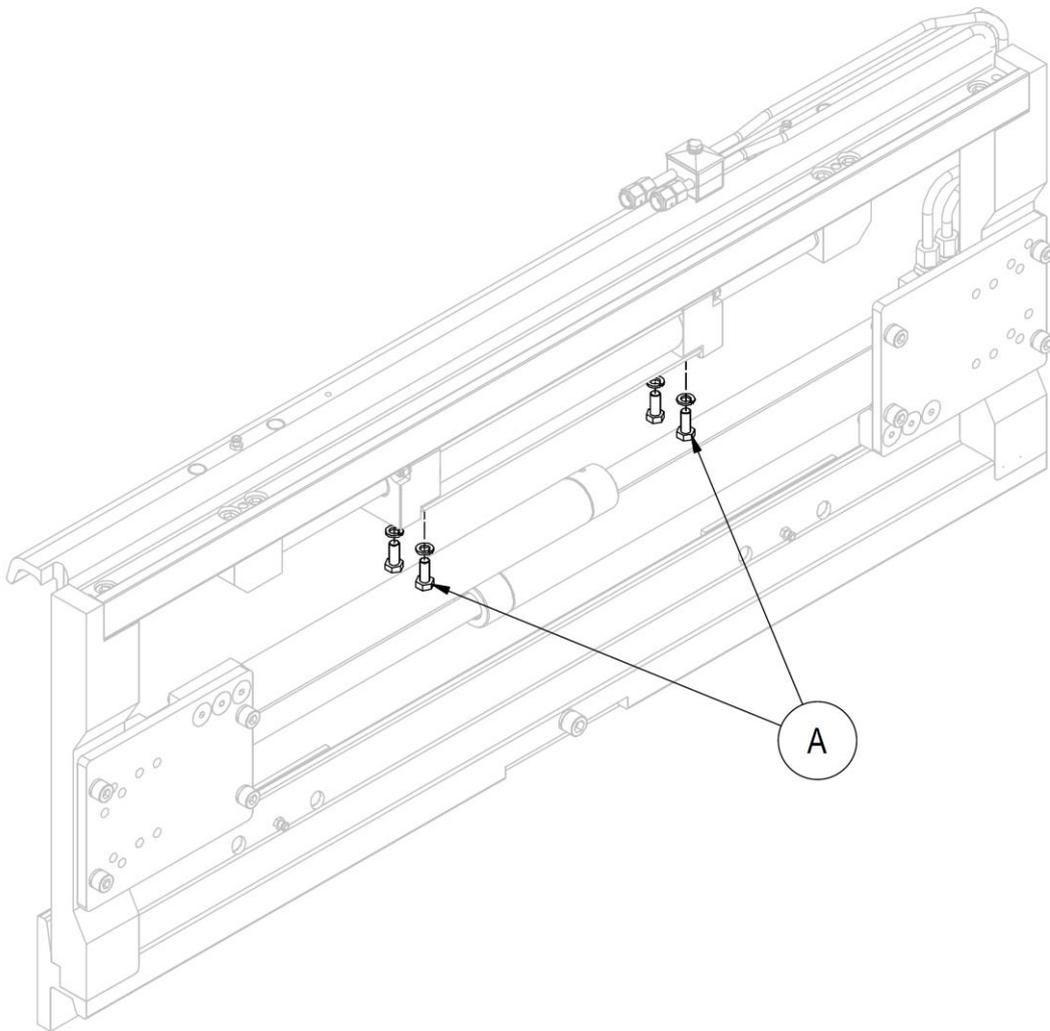

Figure 33
3. Retirer les vis **A** et extraire le vérin de son siège (voir *Figure 33*).